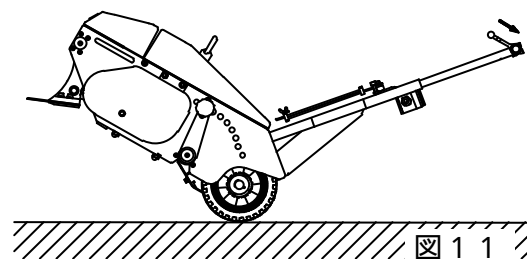

図11
- [2] 刃先を床から浮かせて、クラッチレバーを握った状態（図11参照）でスイッチをONにして下さい。